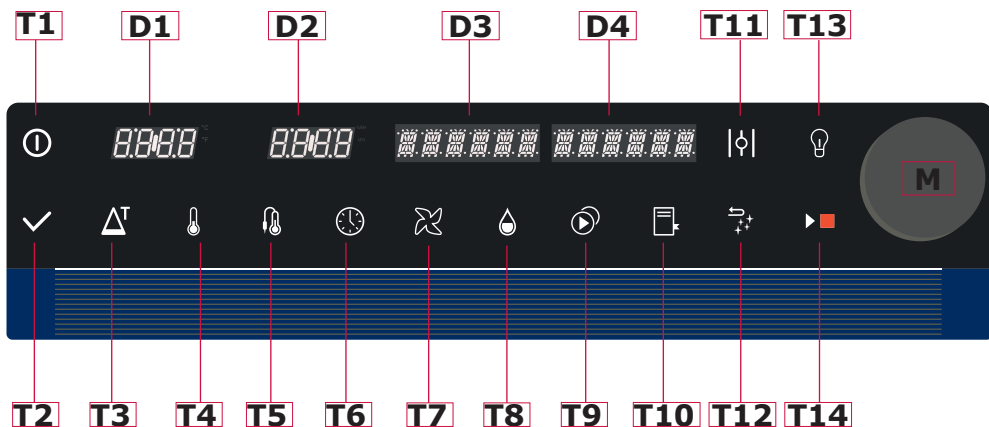

Fig. 8
Encender el horno mediante la tecla del interruptor principal **T1 Fig. 8** (página siguiente)
Pulse la tecla **T14 (Fig.8)** "Start/Stop".
- Las luces en la cámara de cocción se encienden presionando la apropiada tecla **T13 (Fig.8)** y después de 45 segundos, si no se han apagado antes presionando nuevamente la tecla, se apagan automáticamente
Mediante la rotación del pomo M (Fig.8) se puede regular el valor de la función deseada (por ej. aumentar o disminuir la temperatura / tiempo / humedad ..). La conformación del valor introducido se realiza mediante la presión del mismo o de la tecla correspondiente.
Mediante la presión de 3 segundos de la tecla **T1 (Fig.8)** se puede encender y apagar el horno. En el encendido el horno está en modalidad Stand-by en espera de la introducción de los parámetros de cocción.